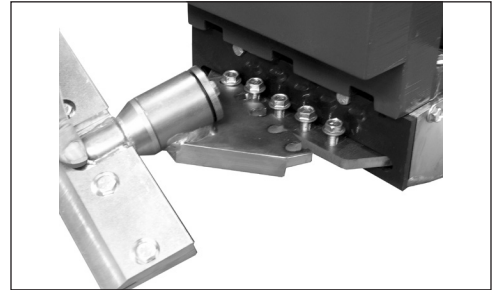

ABB. 8
1. Montieren Sie das angewinkelte Anbauelement am Schneidkopfträger (Abb. 8).